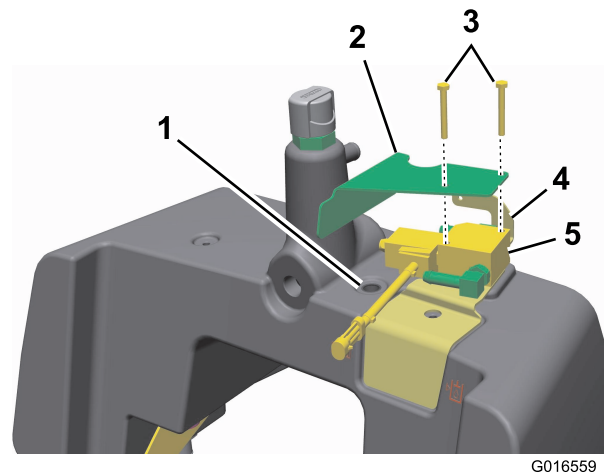

Figura 5
15. Instale uma união hidráulica de 90 graus com rebordo no depósito hidráulico principal (Figura 5).